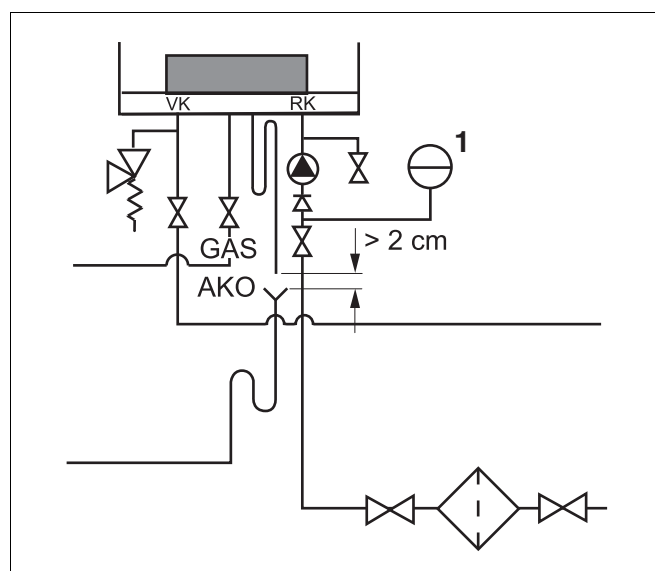

Fig. 22 Tilslutning af ekspansionsbeholder ved enkeltinstallation
- Tilslut ekspansionsbeholderen i kedlens returledning (RK). Hvis der forefindes en trevejsventil: Slut ekspansionsbeholderen til på ventilens sekundære side i returledningen (fig. 22, pos. 1).